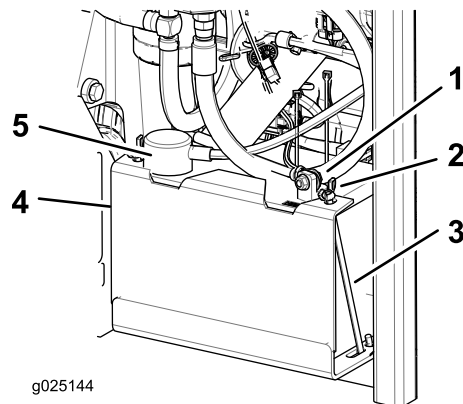

Figura 47
3. Desligue o cabo negativo (preto) da bateria do terminal negativo (-) (preto) da bateria (Figura 47).
4. Deslize a tampa do terminal vermelho para fora do terminal positivo (vermelho) e remova o cabo positivo (+) da bateria (Figura 47).
5. Retire as porcas de orelhas que fixam os ganchos em J (Figura 47)
6. Retire o grampo (Figura 47).
1. Posicione a bateria na base com os pólos terminais no lado oposto do depósito hidráulico (Figura 47).
4. Prenda os cabos com 2 parafusos, 2 anilhas e 2 porcas de bloqueio (Figura 47).
6. Instale o grampo e fixe-o com porcas de orelhas e ganchos em J (Figura 47).